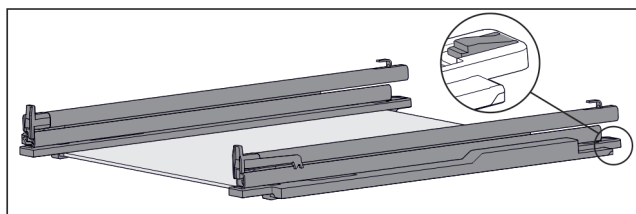

Fig. 127 Staklena ploča s vodičicama i pridržnim dijelovima
- ▶ Pridržni dio straga pritisnite prema dolje (pogledajte Fig. 127) u i istovremeno gurnite vodičicu prema otraga.